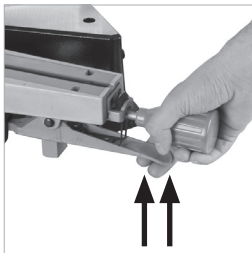

Abb. 31
- Den Hebel für die Stoppvorrichtung hochziehen. (**Abb. 31**)